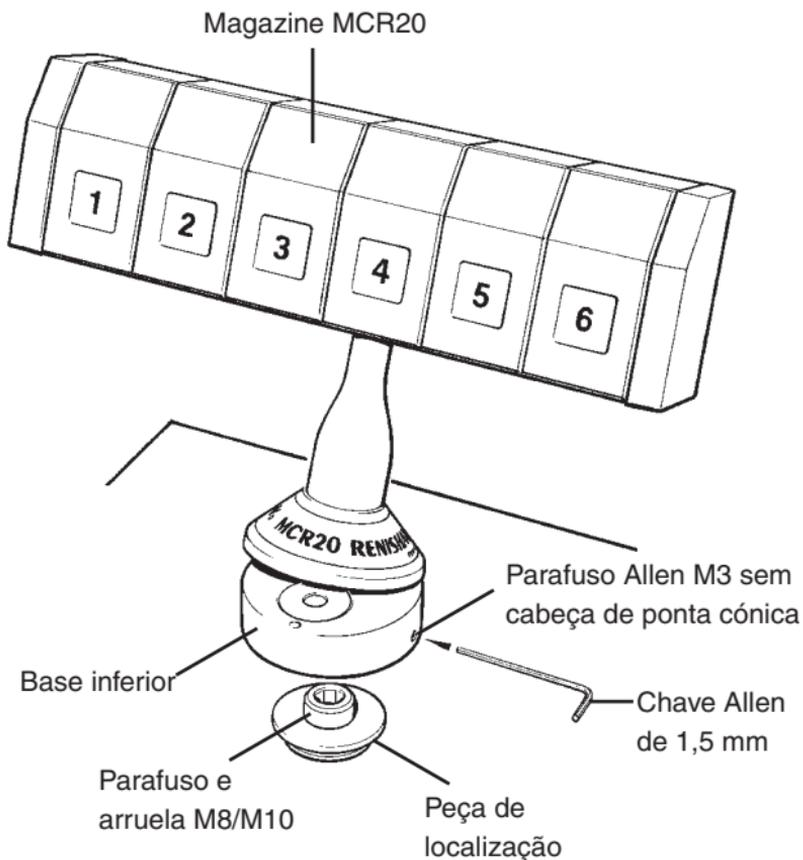

Figura 7 - Montagem do Magazine MCR20 na MMC
Para montar o magazine de troca de módulos MCR20 na sua MMC, siga os seguintes procedimentos (ver Figura 7):
3. Com a chave Allen de 1,5 mm fornecida, libere completamente o parafuso Allen M3 sem cabeça que está dentro da base do MCR20 (consulte a Figura 7 para ver a localização do parafuso).